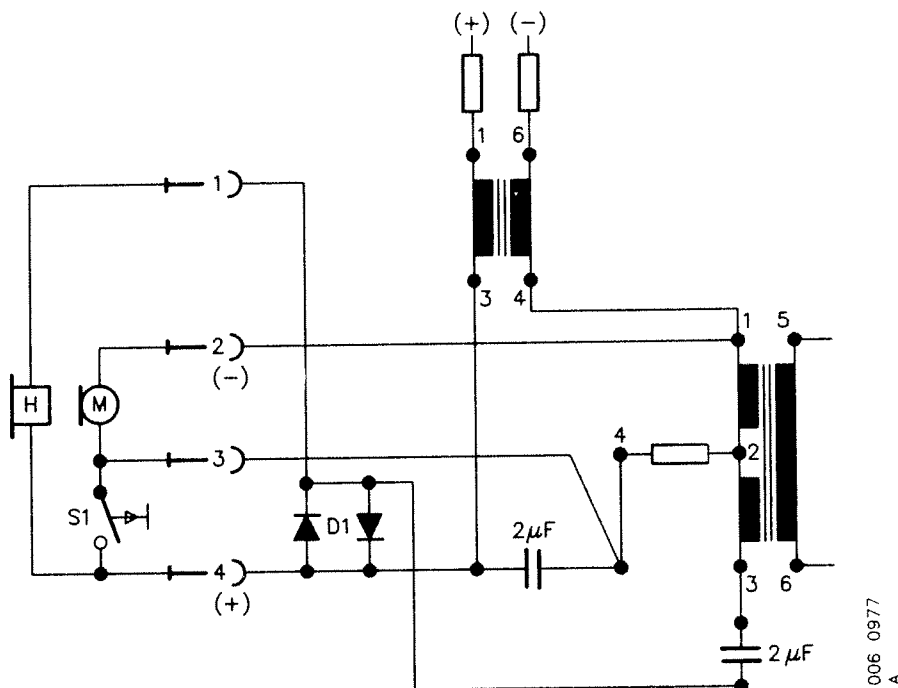

Bild 39. Trolig koppling av enheten före modifiering
Bild 39 redovisar ett troligt kopplingsalternativ av enheten. Vänster och höger sida är kopplade på exakt samma sätt. Ändra en sida i taget.
- Kontrollera om förbindningsdragning i enheten stämmer med kopplingsalternativet enligt bild 39.
- Stämmer kopplingsalternativet enligt bild 39, ansluts de lossade förbindningarna enligt bild 40.
- Stämmer inte kopplingsalternativet enligt bild 39 dokumentera förbindningsdragningen av enheten, ändra sedan på lämpligaste sätt förbindningsdragningen, så att (+) plusmatning erhålls på jackens stift 3 och taltransformatorns mittuttag stiftet 4 blir anslutet till jackens stift 4.